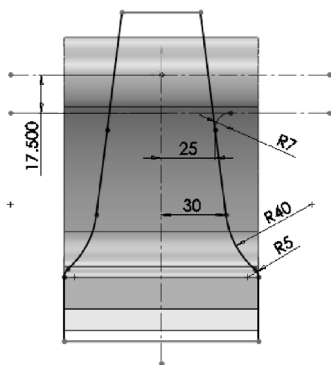

图 2-157 镜像图
STEP 2 单击“草图”工具栏中的“镜像实体”按钮，以竖直中心线为“镜像点”，对右侧的实线图形进行镜像操作，并单击“直线”按钮，在上下两端使用直线将图形封闭，效果如图 2-157 所示。